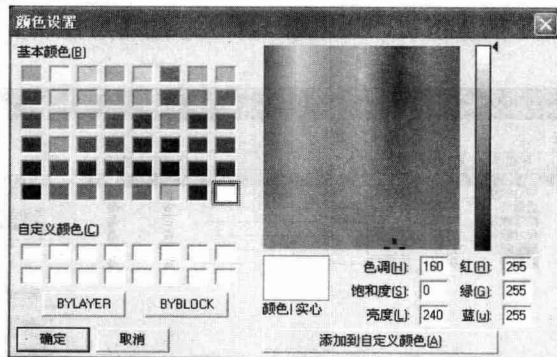

图1-5 【颜色设置】对话框
- 弹出【颜色设置】对话框，如图 1-5 所示。在该对话框中选择所需的颜色，然后单击 **确定** 按钮。